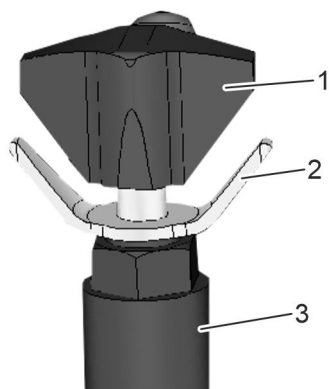

Fig. 24: valvola di regolazione della pressione
2. ➤ Allentare la sicura (Fig. 24/2). Per farlo girarla in senso antiorario.
3. ➤ Girare il regolatore rotativo (Fig. 24/1) in senso antiorario. Aprire completamente.
Impostare la pressione durante la corsa in avanti. Per farlo mantenere premuto il tasto bianco e ruotare lentamente il regolatore rotativo (Fig. 24/1) in senso orario. Osservare l'indicatore di pressione.